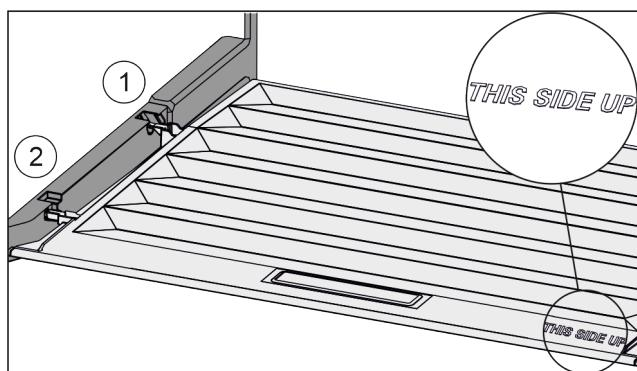

Fig. 72
- Пъхнете шийките на капака през отвора в задния държач Fig. 72 (1) и фиксирайте отпред в държача Fig. 72 (2).